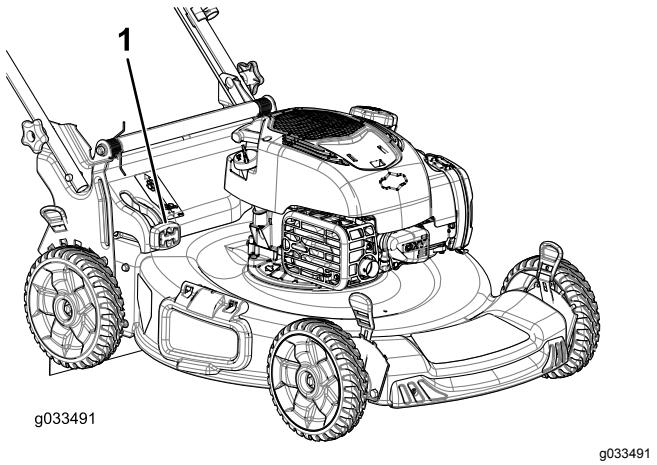

Bild 17
- Zum Sammeln des Schnittguts und Laubs drücken Sie die Taste am Hebel für den zuschaltbaren Fangkorb und bewegen den Hebel nach vorne, bis die Taste am Hebel herausspringt (Bild 17).